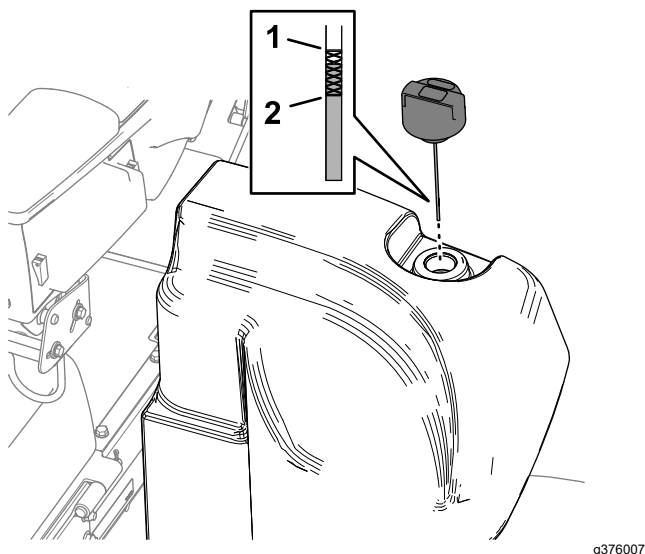

Figura 147
2. Curățați zona din jurul buonului i a capacului rezervorului de ulei hidraulic (Figura 147).